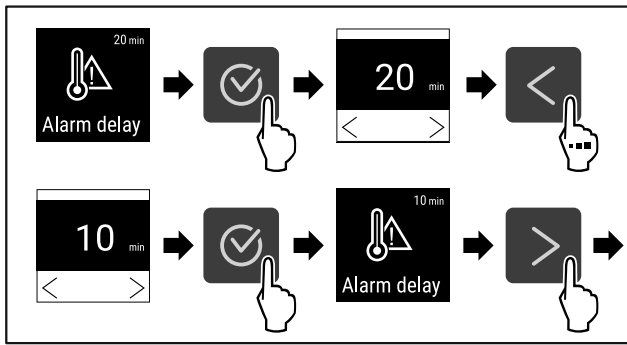

Fig. 99
- ▶ Obavite korake postupka (pogledajte Fig. 99) .